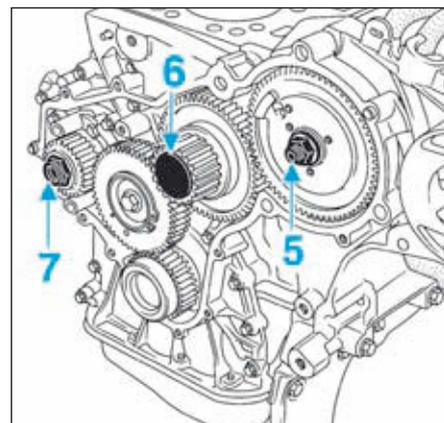
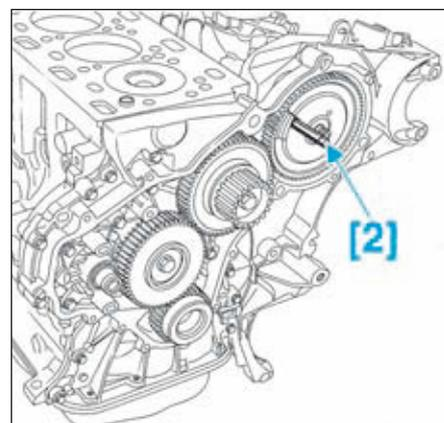

FIG.49
FIG.50
- Déposer l'écrou (5) du pignon de la pompe haute pression (Fig.49).
- Déposer l'obturateur (6) en le perçant en son centre.
- Sans le déposer, desserrer de quelques tours l'écrou (7) du pignon de la pompe à eau.
- Mettre en place l'outil [2] dans le pignon de la pompe haute pression afin de bloquer le système automatique de rattrapage de jeu (Fig.50).